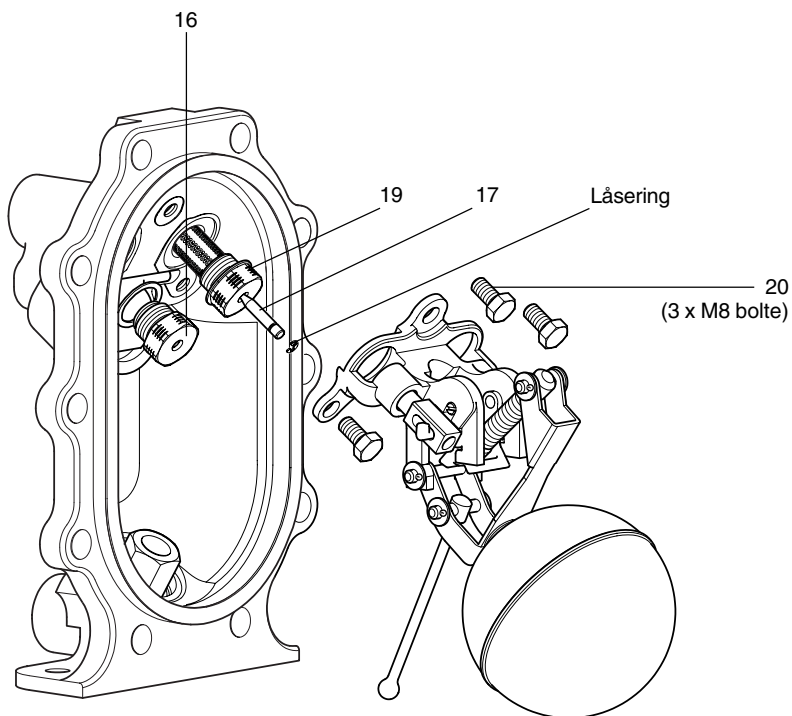
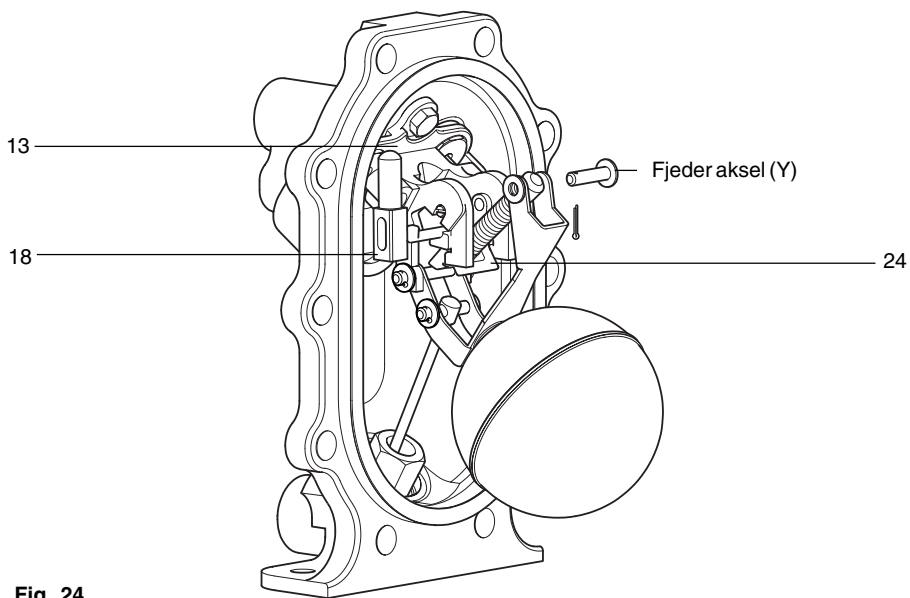

Fig. 23
Fig. 24
4. Fjern de 3 M8 bolt (20) med en 13 mm A/F topnøgle.
9. Monter den nye damp ventil enhed (17) og udstødningsventilen (17) iflg. Fig. 23.
10. Monter en ny metalpakning (19) på gevindet af ventilsædet inden dette monteres i dækslet.
15. For at afmontere udstødningsventilen (18) fjernes splitte, skiver og akslen (Y) (Se Fig. 24).
17. Træk aktuator armen nedad i sine styr - indtil hele fjederen og aktuator arm enheden med udstødningsventil kommer fri. Det kan være nødvendigt at føre udstødningsventilen (emme 18) tilbage mod dens indre fjeder for at frigøre den fra styret i pumpebeslaget (13).
18. Sæt sporet i udstødningsventilen (18) på linie med medbringeren i aktuator armen (24) (Se fig. 24).